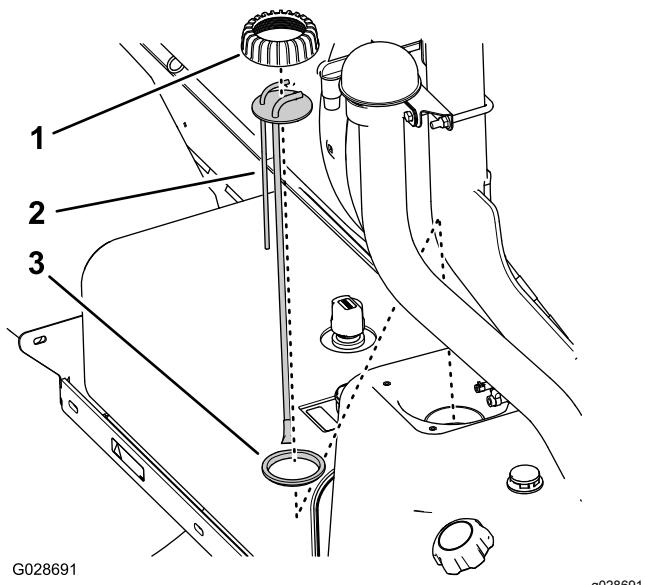

Рисунок 79
- Поверните крышку вертикальной трубы / датчика уровня топлива против часовой стрелки, затем снимите крышку (Рисунок 79).
- Поднимите узел вертикальной трубы / датчика уровня топлива, чтобы снять его с топливного бака (Рисунок 79).
- Установите крышку на вертикальную трубу и вставьте вертикальную трубу в уплотнение (Рисунок 79).
- Совместите крышку, вертикальную трубу и уплотнение с баком и осторожно вставьте новый узел вертикальной трубы в топливный бак (Рисунок 79).
- Установите крышку на горловину топливного бака и затяните крышку от руки (Рисунок 79).